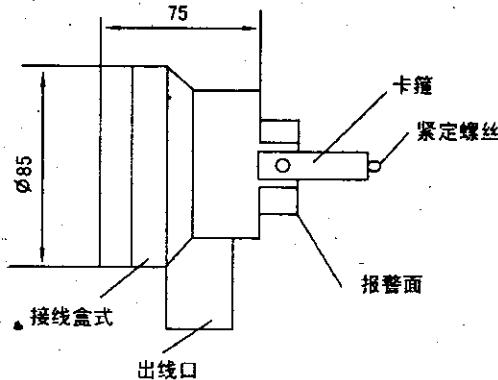

图 2
(1) SK-01 报警器该报警器是专用于磁性浮球液位计的报警开关，在报警器内装有自保持型式的开关元件。该开关装在相应的报警点位置，当浮子移动时开关响应动作(由开到关)，并保持该状态，当浮子反方向回来时，开关由关到开，里面的开关元件分国产和进口两种供用户选择，测量点数也由用户选择。(见图 2)